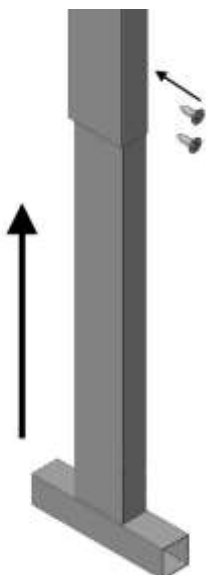

РИС. 12
4.2.5. Установите грунтзащепы в стойки на необходимую длину и закрепите двумя саморезами 4,2x13 (РИС. 12).